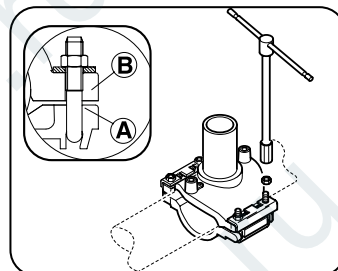
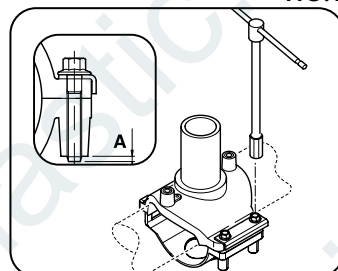
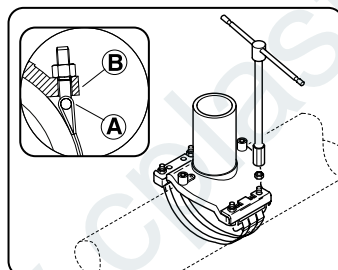

FIG. 1
FIG. 2
FIG. 3
**(F) SELLES DE DERIVATION (GB) BRANCH SADDLES**
**(NL) ELEKTRO AANBOORZADEL MET TE LASSEN UITEINDE (RU) СЕДЛОВЫЕ ОТВОДЫ**
**1 (I)** Evidenziare la zona interessata con il pennarello (00MARK) e raschiare con attenzione la superficie del tubo utilizzando un raschiatubi. **(DE)** Markieren Sie die Schweißzone mit einem Wachsstift (00MARK) und Schälen Sie die Rohroberfläche sorgsam mit einem schaber. **(ES)** Marcar la zona de soldadura con un rotulador indeleble (00MARK) y raspar cuidadosamente la superficie del tubo utilizando un raspador. **(F)** Marquer la zone de soudure avec le crayon (00MARK) et gratter soigneusement la surface du tube à l'aide d'un racle tube. **(GB)** Mark the welding area with a marker (00MARK) scrape the pipe surface carefully using a scraper. **(NL)** Bepaal de plaats van de lasverbinding met een potlood (00MARK) en schraap zorgvuldig de oppervlakte van de buis, met behulp van het aangepaste gereedschap. **(RU)** Отметить участок для сварки маркером (00MARK), тщательно зачистить поверхность трубы скребком.
**2 (I)** Sgrassare la superficie del tubo interessata alla saldatura precedentemente raschiata e l'interno del collare con il liquido detergente (00LID1). **(DE)** Entfernen Sie nach dem Schälen die Späne auf der Rohroberfläche und innerhalb der Schelle und benutzen Sie zum säubern PE-Reiniger (00LID1). **(ES)** Limpiar de grasa la superficie del tubo previamente raspada y el interior del collar electrosoldable con el líquido detergente (00LID1). **(F)** Dégraisser la surface du tube qui vient d'être grattée ainsi que la partie interne de la selle avec le détergent liquide (00LID1). **(GB)** After scraping, remove grease from the welding area of the pipe and the inside of the saddle, using an approved cleaning agent (00LID1). **(NL)** Ontvet het geschraapte gedeelte, alsook het contact gedeelte van de aftakking, met een vloeibaar detergent (00LID1). **(RU)** Очистить зачищенную поверхность трубы и внутреннюю поверхность седлового отвода очищающим средством (00LID1).
**3 (I)** Applicare la derivazione sul tubo facendo attenzione a non sporcare le superfici precedentemente pulite. **(DE)** Positionieren Sie danach sofort die Schelle auf dem Rohr. Vergewissern Sie sich, dass die zuvor gesäuberte Stelle nicht wieder verschmutzt wird. **(ES)** Montar la derivación sobre el tubo, cuidando de no ensuciar la superficie previamente preparada. **(F)** Positionner la dérivation sur le tube en étant attentif à ne pas souiller les surfaces précédemment nettoyées. **(GB)** Apply the branch on to the pipe watching out not to dirty the previously cleaned surfaces. **(NL)** Plaats de te lassen aftakking op de buis, erop lettend de gereinigde oppervlakten niet te vervuilen. **(RU)** Поместить седлку на трубу, стараясь не загрязнить только что очищенную поверхность.
**4 (I) - COLLARI CON FONDO STAFFA RIGIDO:** Serrare i quattro dadi, utilizzando l'apposita chiave fino a portare a contatto le due semiselle A e B (vedi figura 1). - **COLLARI AD ATTACCO RAPIDO:** Bloccare le parti forate della semisella inferiore ai rilievi posti nella parte superiore del collare. Far scorrere la piattina in acciaio sulla parte di fissaggio del collare e serrare le due viti fino a vederle sporgere nella parte inferiore in posizione A (vedi figura 2). - **COLLARI CON CINGHIA:** serrare i quattro dadi utilizzando l'apposita chiave fino a portare a contatto il perno filettato A e la semisella B (vedi figura 3). **(DE) - SCHELLEN MIT KUNSTSTOFFFUNTERTEIL:** Befestigen Sie die vier Schrauben Ziehen Sie so lange an, bis die Schraubverbindung und die Oberseite der Schelle sich berühren (siehe fig.1). - **BEI ANBOHRSCHELLEN MIT SCHNELLVerschLUSS VERBINDEN:** Sie das ausgestanzte untere Teil mit den Verzahnungen im oberen Teil. Schieben Sie das Metallband an den vorgesehenen Platz und benutzen Sie einen Schraubenschlüssel um die beiden Schrauben so lange zu drehen, bis Sie wie in Position A zu sehen sind (Figur 2). - **SCHELLEN MIT EINEM GURT:** Befestigen Sie die vier Schrauben Ziehen Sie so lange an, bis die Schraubverbindung A und die Oberseite der Schelle B sich berühren (Figur 3). **(ES) - DERIVACIONES CON LA PARTE INFERIOR DE PLÁSTICO RÍGIDO:** Apretar los cuatro tornillos, usando la llave adecuada hasta poner en contacto la parte inferior y superior de la derivación A y B (ver figura 1). - **COLLARES DE ENGANCHE RÁPIDO:** bloquear las partes perforadas de la concha inferior con los relieves de la parte superior del collar. Deslizar la banda de acero encima de la fijación del collar y apretar los dos tornillos hasta que asomen de la parte inferior en la posición (ver fig. 2). - **DERIVACIONES CON CORREA:** Apretar los cuatro tornillos, usando la llave adecuada hasta poner en contacto el tornillo A y la parte superior de la derivación B (ver figura 3). **(F) - SELLE DE DÉRIVATION AVEC COQUILLE RIGIDE:** Serrer les 4 boulons à l'aide de la clef prévue à cet effet jusqu'à ce que les deux demi coquilles A et B soient en contact (voir fig. 1). - **SELLES DE DÉRIVATION AVEC ACCROCHAGE RAPID:** bloquer les parties trouées de la coquille inférieur avec les reliefs dans la coquille haute. Faire glisser la bande en acier sur le fissage du collier et serrer les deux vis de serrage jusqu'à les voir saillir à côté inférieur en position A ( voir fig. 2). - **COLLIER AVEC SANGLE:** Serrer les 4 boulons à l'aide de la clef prévue à cet effet jusqu'à la jonction de la tige filetée A et de la demi selle B (voir fig.3). **(GB) - BRANCH SADDLES WITH PLASTIC UNDERCLAMP:** Use a wrench to tighten the four screw nuts until top and bottom part of the tapping tee come into tight contact, A and B (see fig. 1). - **BRANCH SADDLES WITH RAPID JOINT:** hook up the underclamp holed parts with the teeth in the upper part. Slide the metal strap in its place and use a wrench to tighten the two screws until they appear in the under part in position A (see fig. 2). - **BRANCH SADDLES WITH BELT:** Use a wrench to tighten the four screw nuts until the threaded connector A and the top part of tapping tee B meet (see fig. 3). **(NL) - AFTAKKING MET EEN HARDE SCHAAL:** Span de 4 bouten aan met de aangepaste sleutel, tot dat de twee halve schelpen A en B elkaar raken (zie fig.1). - **AFTAKKING ZADELS MET VASTE SCHALEN:** blokkeer het spanstuk van de onderste schaal met de bouten van de bovenste schaal. Schuif het aanspanstuk op zijn plaats en schroef de bouten aan totdat deze
**(I) COLLARI DI PRESA A TRONCHETTO (DE) STUTZENSCHLENN (ES) DERIVACIONES ELECTROSOLDABLES (F) SELLES DE DERIVATION (GB) BRANCH SADDLES (NL) ELEKTRO AANBOORZADEL MET TE LASSEN UITEINDE (RU) СЕДЛОВЫЕ ОТВОДЫ**
zichtbaar zijn aan de onderkant van de onderste schaal in positie A (zie fig.2). - **EEN ZADELAFTAKKING MET SINGEL**: Span de 4 bouten aan met de aangepaste sleutel, tot dat de twee halve schelpen A en B Tot aan de inkeping van de bout A en de halve schaal B (zie fig.3). **(RU) СЕДЛОВЫЕ ОТВОДЫ С ЖЕСТКОЙ ОТВЕТНОЙ ЧАСТЬЮ**: Затянуть четыре болта при помощи специального ключа таким образом, чтобы две половины седлового отвода A и B соприкасались (см. рис. 1). - **СЕДЛОВЫЕ ОТВОДЫ БЫСТРОЙ СБОРКИ**: Закрепить перфорированные ответные части на выступах верхней части седлового отвода. Надеть фиксирующую пластину из стали на фиксирующую часть седлового отвода и затянуть два винта до тех пор, пока они не будут видны в нижней части в позиции A (см. рис.2) - **СЕДЛОВЫЕ ОТВОДЫ С РЕМЕННОЙ ОТВЕТНОЙ ЧАСТЬЮ**: затянуть 4 болта при помощи специального ключа до соприкосновения стержня A и седла B (см. рис. 3).